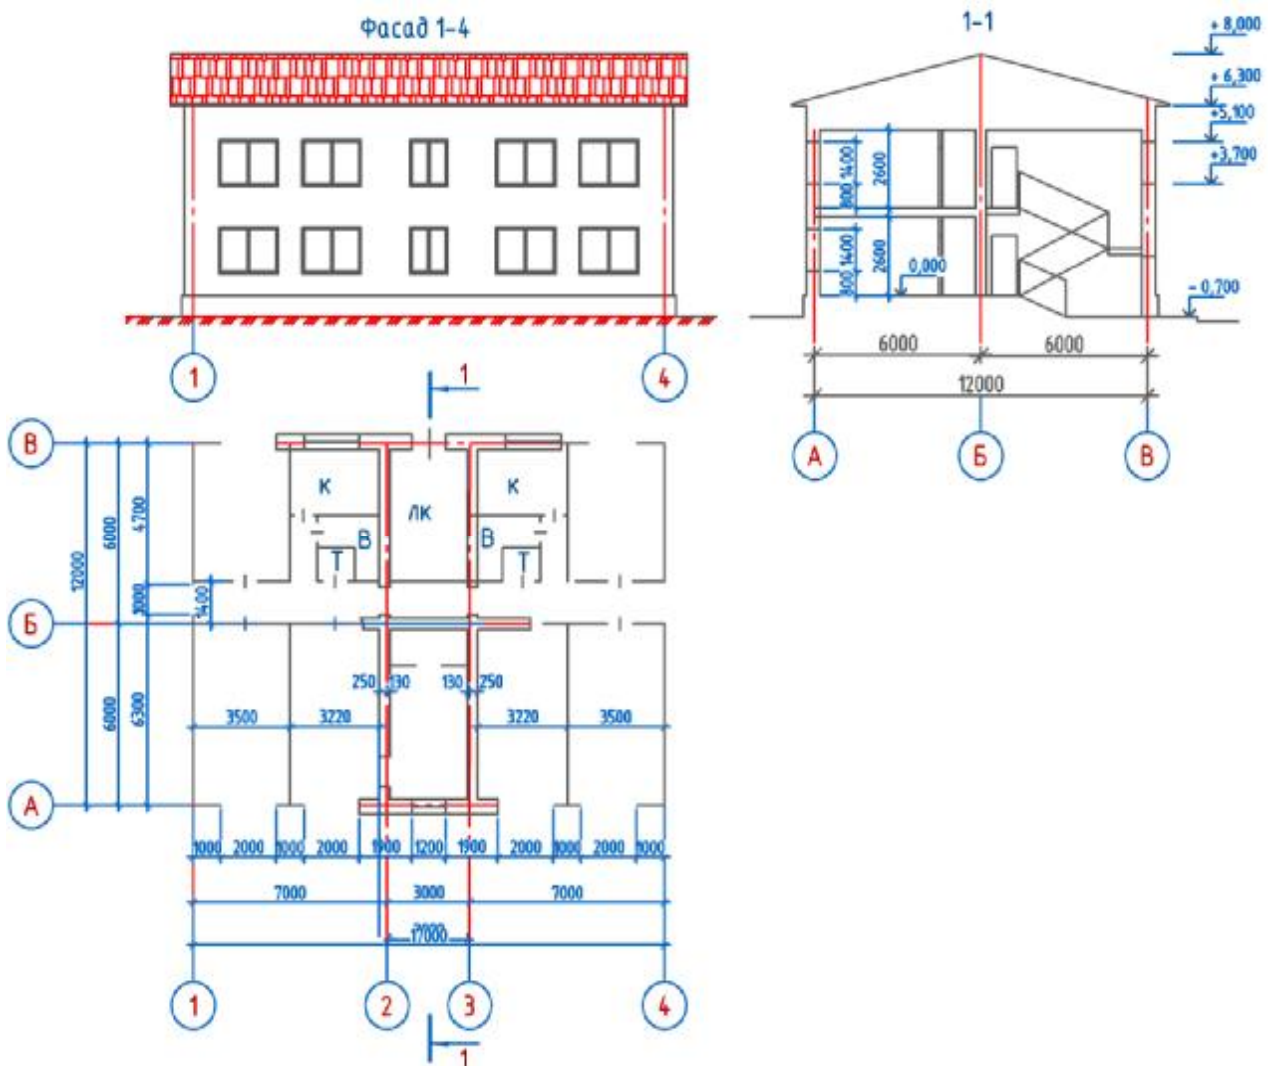

Рис. 8. Односекционный жилой дом
10. Выполнить план первого этажа в соответствии с рис. 8.